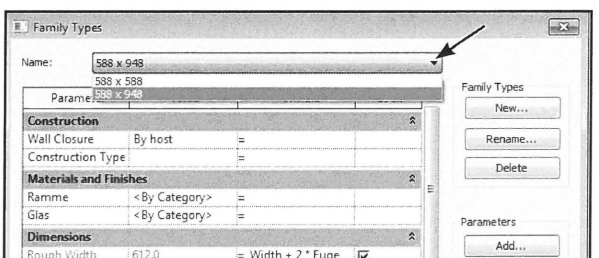

Fig. 08.124.
- Ret *Height* til *948*. Fortsæt efter samme fremgangsmetode indtil du har det ønskede antal vindue typer under *Family Types* (Fig. 08.124).